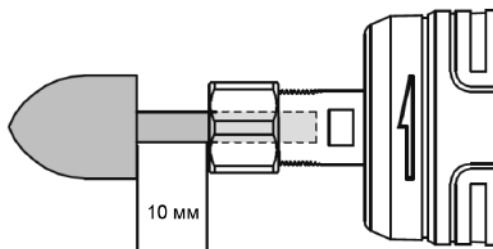

Рис. 3
- Шлифовальную насадку следует устанавливать так, чтобы рабочая ее часть оказалась на расстоянии не более 10 мм от цанговой гайки. Превышение этого расстояния может привести к вибрации или поломке вала (рис. 3).